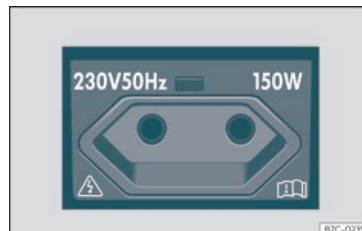

Fig. 122 No lado esquerdo do maleteiro:toma de corrente de 230 voltios.
Co motor en marcha, a toma de corrente » » fig. 122 actívese automaticamente logo de enchufar un conector. Se hai suficiente enerxía dispoñible, en caso necesario, aínda se pode seguir a usar a toma de corrente co motor apagado » » ❷.